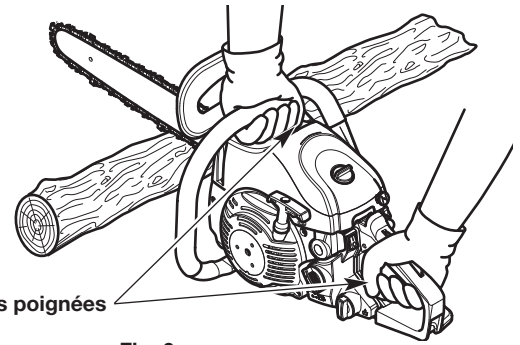

Fig. 6
- Encercler fermement la poignée avec tous les doigts de la main (Fig. 6). Cela permettra de réduire le risque de perte de contrôle de l'appareil en cas de rebond. Toute prise avec le pouce et les doigts du même côté de la poignée est dangereuse (Fig. 7).